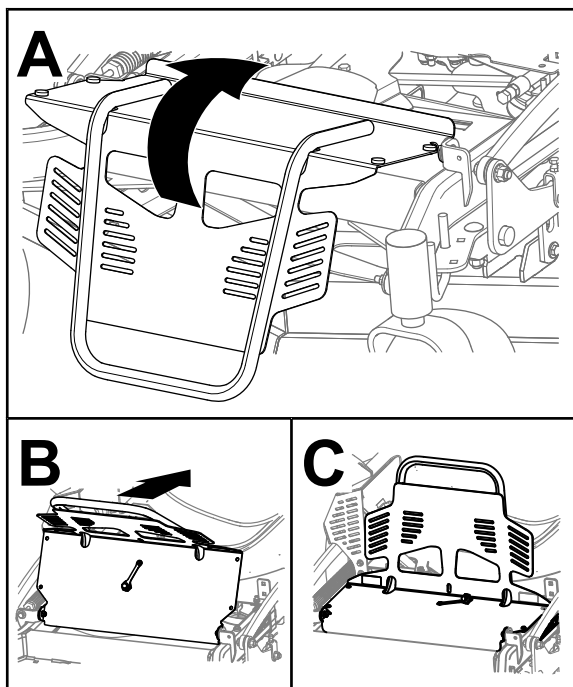

Figura 34
1. Ruotate indietro la protezione del motore, come illustrato nella Figura 34.